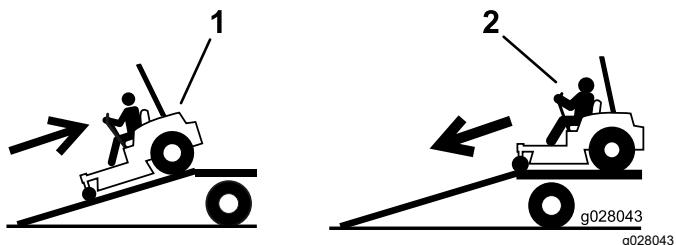

Figura 39
4. Risalite in retromarcia la rampa (Figura 39).
2. Scendete dalla rampa in marcia avanti (Figura 39).